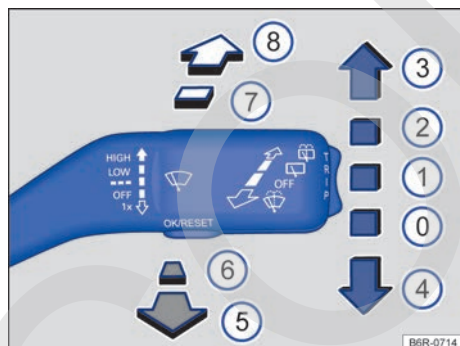

Fig. 62 Manejo de los limpiaparabrisas / lavaparabrisas y del limpiaventana / lavaventana.
- Presione la palanca del limpiavidrios brevemente hacia abajo → fig. 62 .